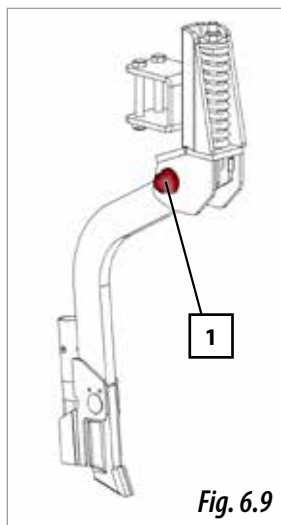

Fig. 6.9
- **BRAZOS DE SIEMBRA FIJOS** (Fig. 6.9)
La sujeción del brazo al soporte se efectúa mediante un tornillo estampado especial SOLÀ (1, Fig. 6.9) provisto de tuerca autoblocante. Actuando sobre dicha tuerca se controla la holgura lateral.